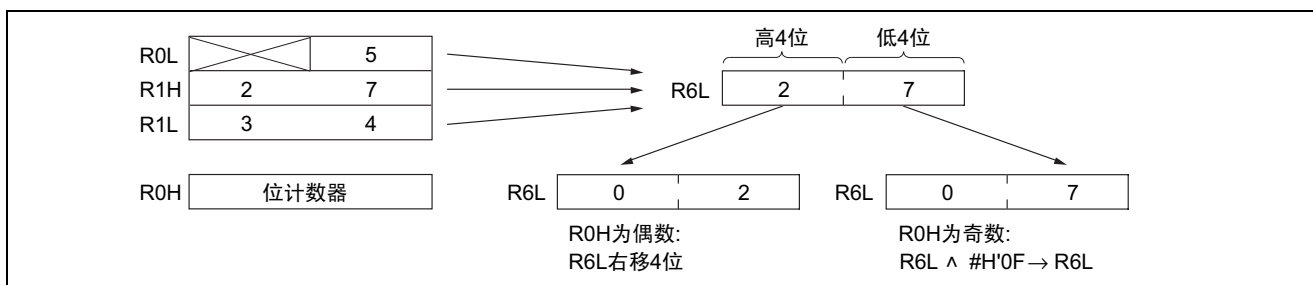

图 33-3 将通用寄存器中的 1 个字节数据分为 2 部分的方法
- (1) 软件 BCD 由 2 个处理构成。
- (2) 使用图 33-3 说明 1 位数（4 位）的处理。